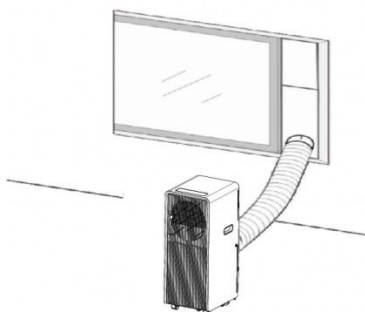

Рис. 2
- 2) Як показано на рис. 2 і 2а, встановіть шланг для відпрацьованого повітря і відрегулюйте положення віконного адаптера.
Рис. 2а